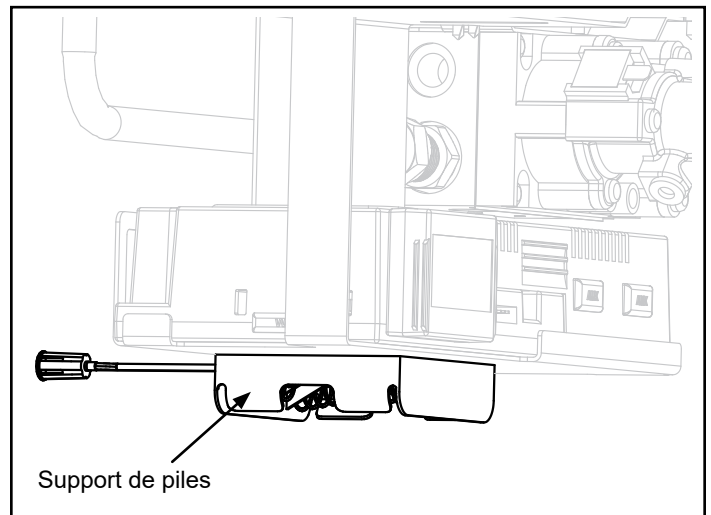

Figure 4.4 – Boîtier de piles
2. Repérez le bloc-piles (situé à l'arrière du support du MCE) et insérez quatre piles AA (figure 4.4). La polarité des piles doit être correcte pour éviter d'endommager le module. Un schéma complet du câblage se trouve dans la section Électricité du manuel d'installation de l'appareil.